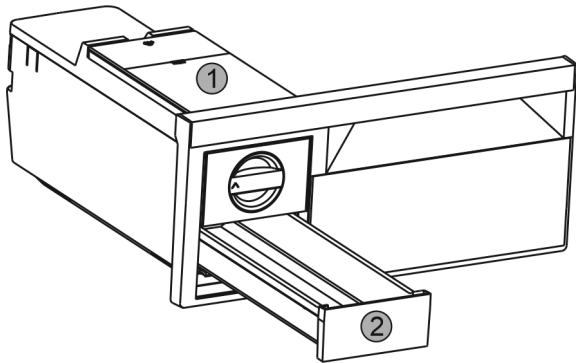

Fig. 66
- ▶ Wassertank Fig. 66 (1) und Eiswürfel-Schubfach Fig. 66 (2) entnehmen.